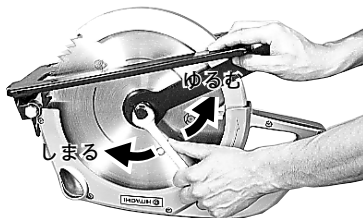

図 14
- (1) 切込み量を最大にし、図 14 のように本機を逆さにします。
- (2) 付属のスパナで、ボルトをはずします。(図 14)